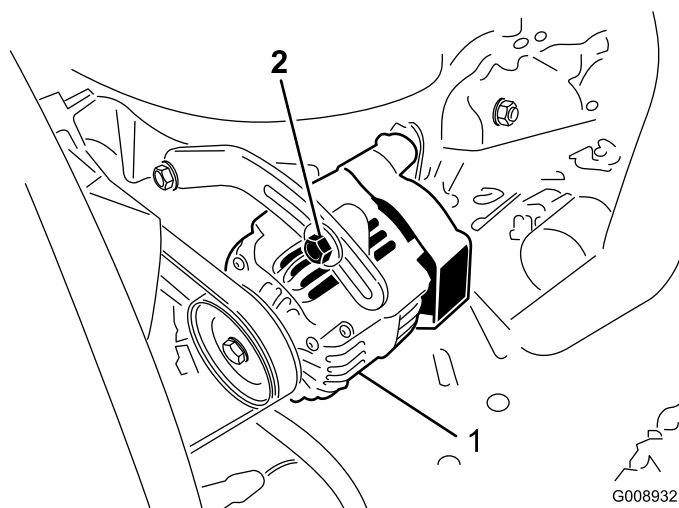

Figure 54
Vérifiez l'état et la tension des courroies (Figure 54) toutes les 100 heures de fonctionnement.
2. Si vous n'obtenez pas une flèche de 10 mm, desserrez les boulons de fixation de l'alternateur (Figure 54). Augmentez ou diminuez la tension de la courroie et resserrez les boulons. Contrôlez de nouveau la flèche de la courroie pour vérifier si la tension est correcte.